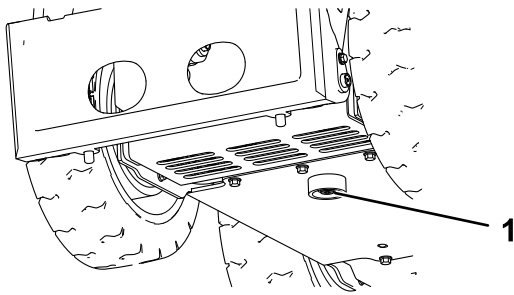

Bild 43
1. Schraube (2)
6. Entfernen Sie die Ablassschraube von der Unterseite des Hydraulikölbehälters und lassen Sie das Öl vollständig ablaufen (Bild 43).